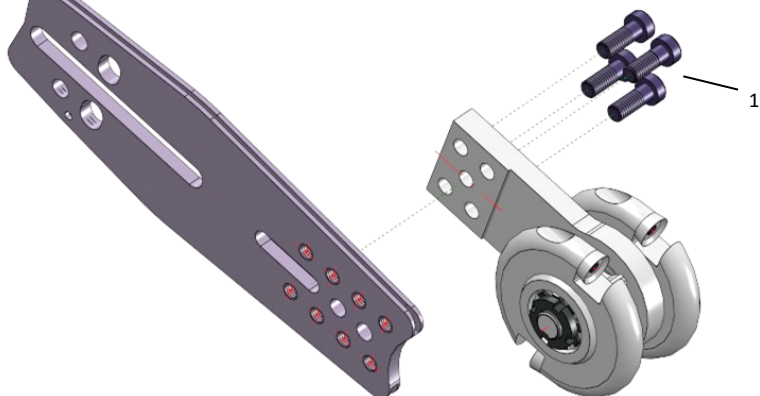

Fig. 7. Montaggio del parafango ETH-C-Mini
- Montare la fresatrice per legno con le 4 viti a testa cilindrica (1- Fig. 7). Per la maggior parte delle motoseghe, la posizione dei due fori centrali è corretta. Se la catena è troppo corta o troppo lunga durante il tensionamento della catena, utilizzare una delle altre posizioni.